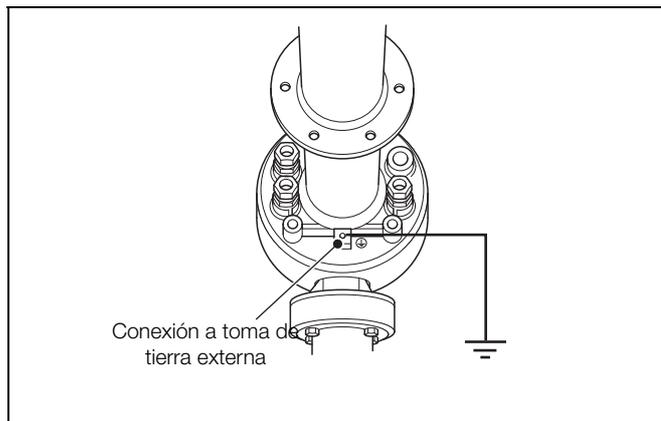

Fig. 5.1 Conexión a tierra externa desde la sonda
- La sonda se **debe** poner a tierra mediante la conexión de tierra externa – consulte la Fig. 5.1.